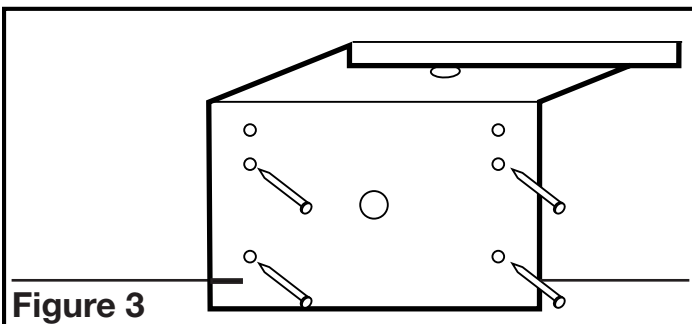

Figure 3
- En utilisant le guide sur le support de montage, aligner le support sur la solive pour que le dessous du ventilateur soit à effleurement avec le plafond fini. Clouer ou visser solidement le support en place (**Figure 3**).
2. Aligner le support sur la solive de manière que le bas du ventilateur soit à effleurément avec le plafond fini. Clouer ou visser solidement le support à fixer par pression en place (**Figure 3**).